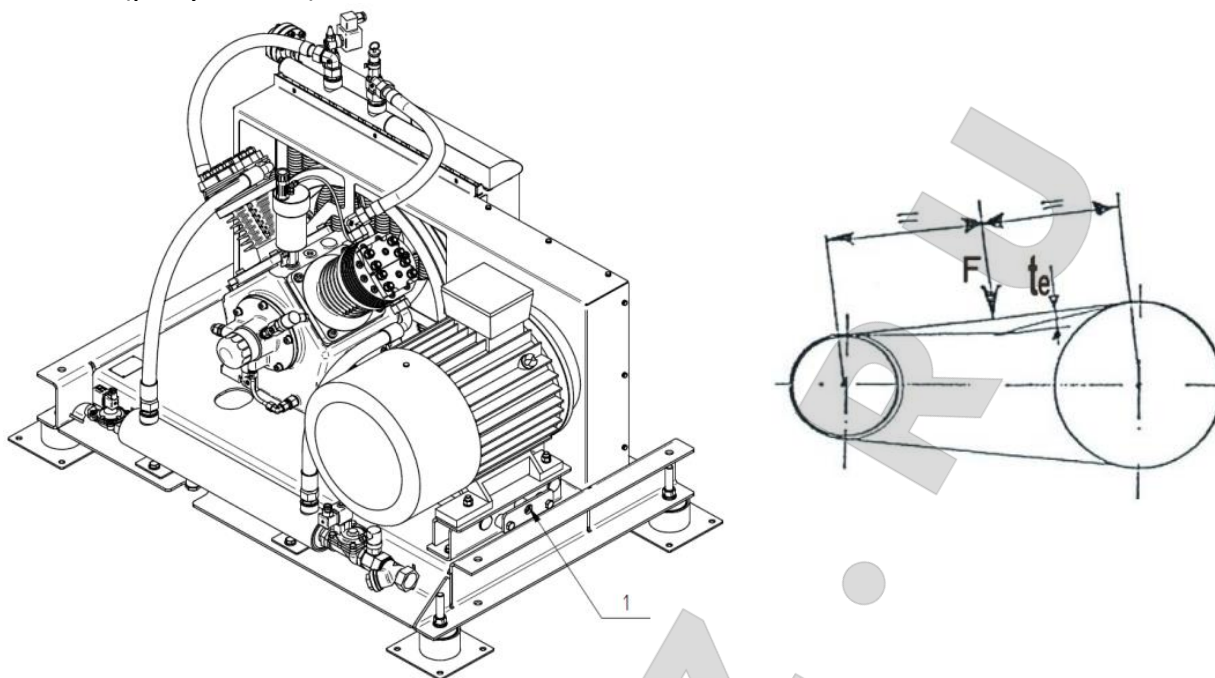

Рисунок 15
Для проверки натяжения ремней (рисунок 15) выполните следующие действия:
- При необходимости отрегулируйте натяжения ремней путем затягивания болта 1 (рисунок 15).